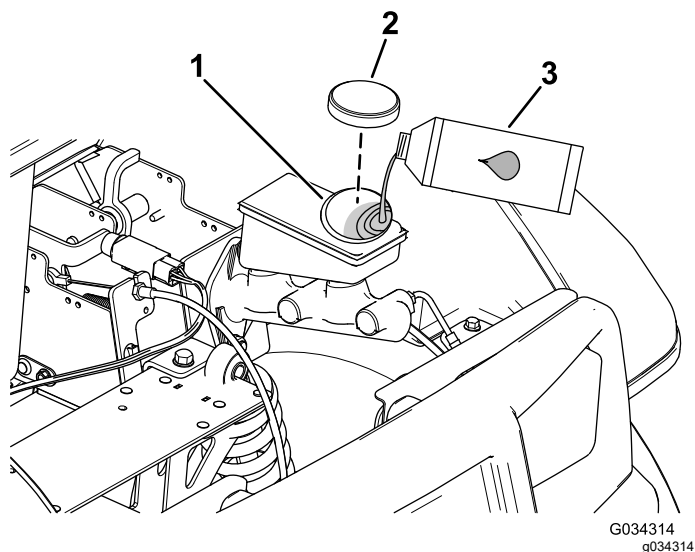

Рисунок 64
4. Поднимите капот, чтобы получить доступ к главному тормозному цилиндру и бачку (Рисунок 64).
- А. Очистите область вокруг крышки бачка и снимите крышку (Рисунок 64).
- С. Установите на место крышку бака (Рисунок 64).